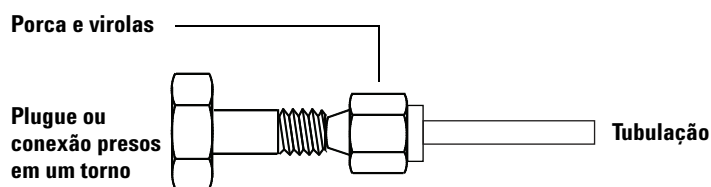

Figura 10 Montagem da conexão
- 3 Pressione a tubulação no plugue de aço inoxidável (Figura 10).